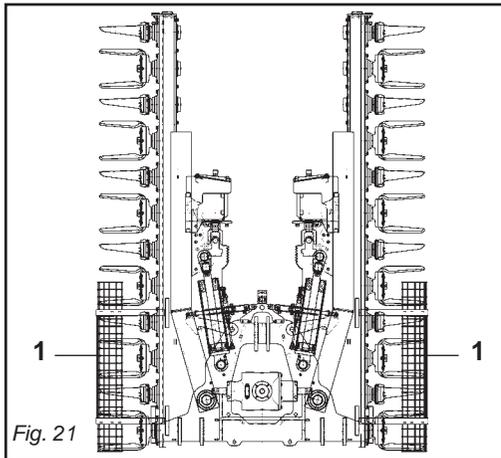

Fig. 21
- **Montare le due protezioni laterali dei coltelli (1 Fig. 21) per la fase di trasporto.**
- **Mount the two side guards that protect the tines (1 Fig. 21) during the transport phase.**
- **Montez les deux protections latérales des couteaux (1 Fig. 21) pour la phase de transport.**
- **Montieren die beiden seitlichen Schutzvorrichtungen der Messer (1 Fig. 21) für den Transport montieren.**